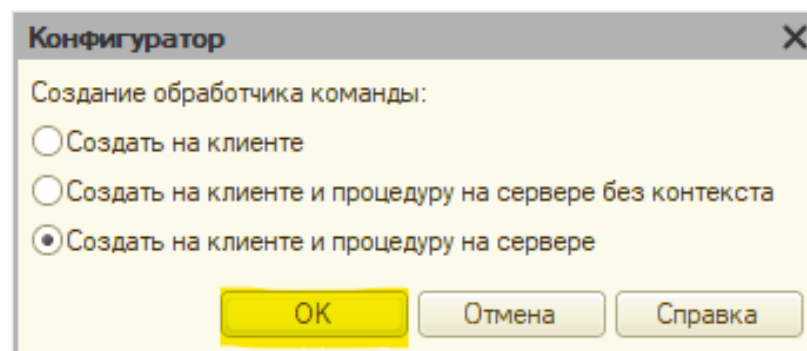

Рис. 5.39. Создание обработчика команды
8. После нажатия на значок лупы в поле Действие, мы попадаем в окно выбора вариантов обработчика команды. Необходимо создать команду на клиенте и ее процедуру на сервере (рис. 5.39).